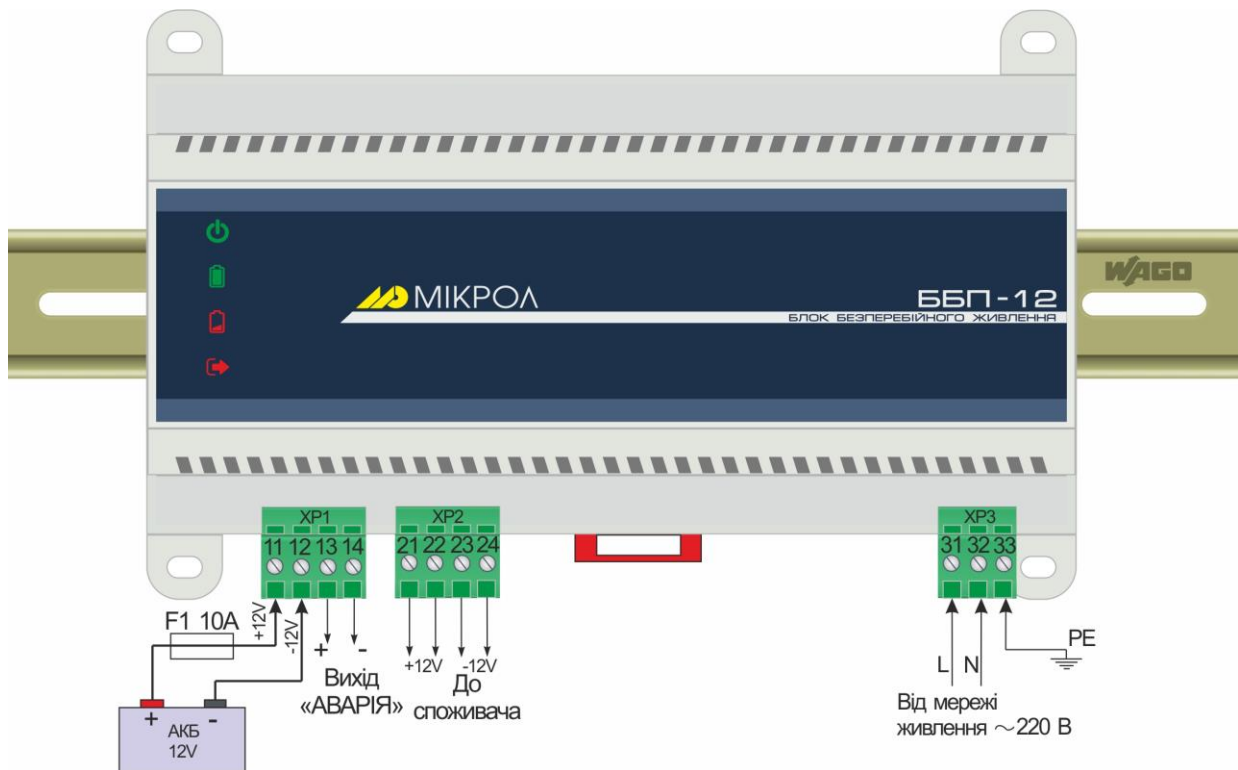

Рисунок 3.5 – Схема зовнішніх підключень до блока безперебійного живлення ББП-12
3.3.1 Під'єднайте АКБ до клем блока, дотримуючись полярності ланцюгів (див. рисунок 3.5).